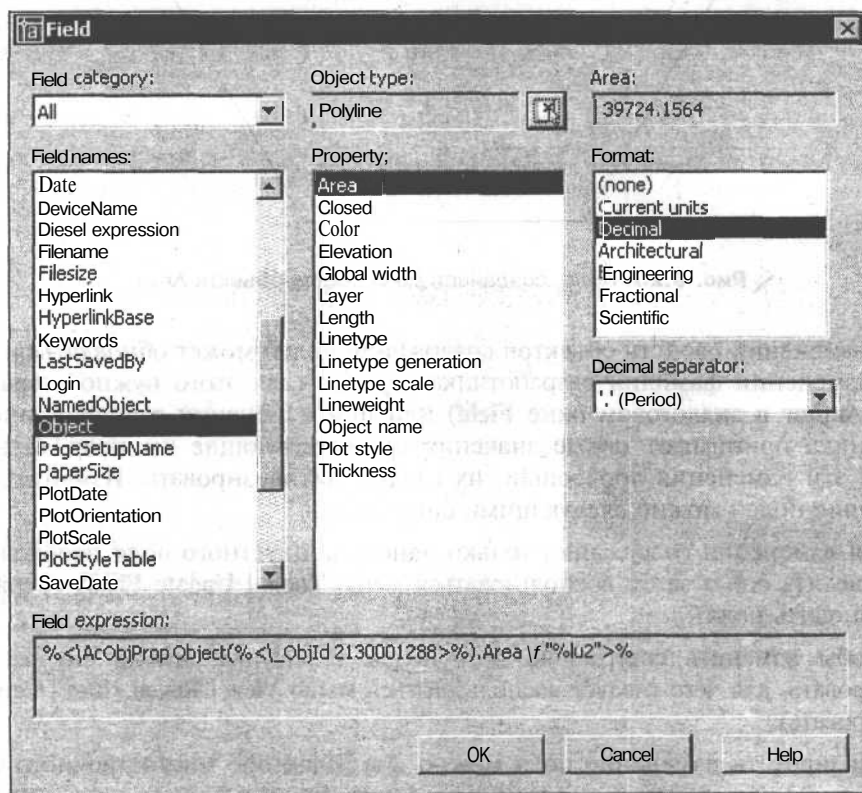

Рис. 9.24. Диалоговое окно **Field** со списком свойств выбранного объекта
5. Выберите щелчком левой кнопки мыши шестиугольник, после чего произойдет возврат в диалоговое окно **Field** (Поле), в котором теперь появится список свойств, соответствующих выбранному объекту — шестиугольнику (рис. 9.24).